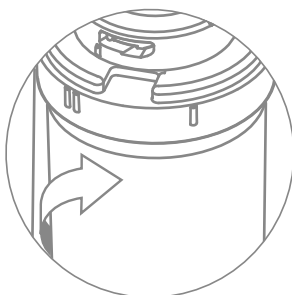
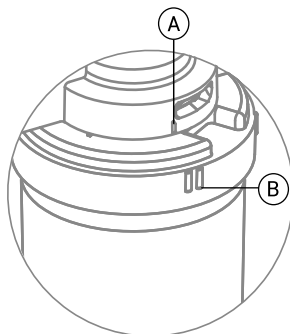

Рис. 4
Рис. 5
5. Поверните картридж по стрелке до щелчка, как показано на (рис.4), чтобы совпали метка «I» (А) на блоке и метка «II» (В) на картридже (рис. 5).